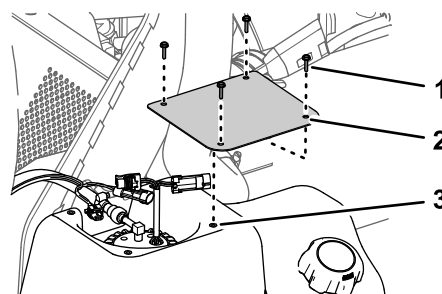

Bild 114
2. Entfernen Sie am Kraftstofftank die vier Schrauben (Nr. 10 x 3/4"), mit denen die Abdeckung oben am Kraftstofftank befestigt ist, und nehmen Sie die Abdeckung ab (Bild 114).